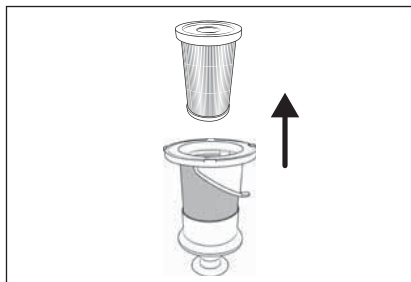

Fig. 24
- 4) Para retirar el filtro EPA **5** del filtro de acero inoxidable **6**, agarre el filtro EPA **5** por el orificio y extráigalo del filtro de acero inoxidable **6** (consulte la fig. 24).